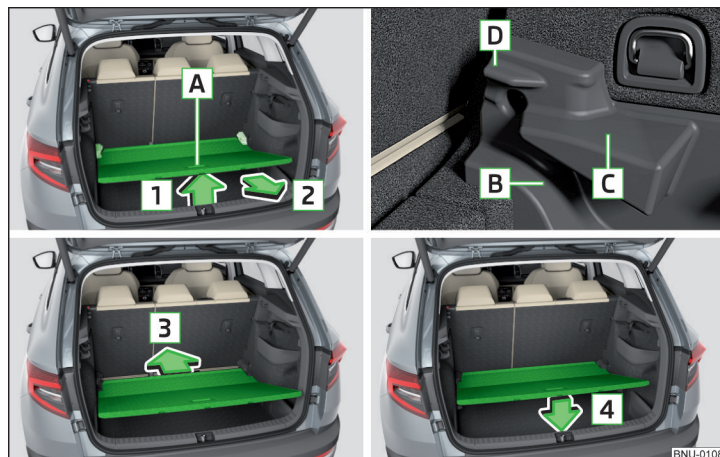

Fig. 146 Reglarea podelei variabile
- Ridicați podeaua variabilă de mânerul **A** în sensul săgeții **1** și împingeți-o parțial în sensul săgeții **2** » fig. 146.